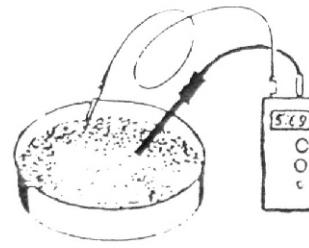
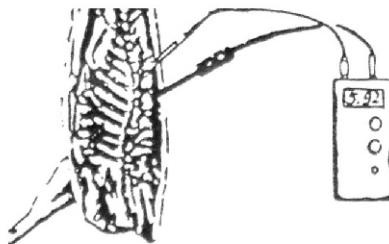

Рис. 9.
Рис. 10.
- 8.2. Поместить pH-электрод и температурный датчик в исследуемый продукт или раствор (рис.9 и рис.10)